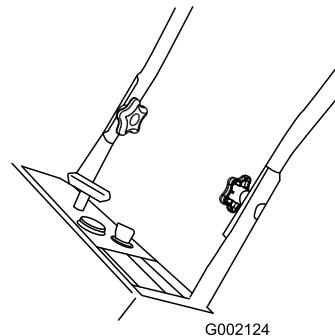

Figure 3
2. Insérez les boulons à tête ovale dans les trous alignés, les têtes des boulons se trouvant à l'extérieur du guidon (Figure 3).